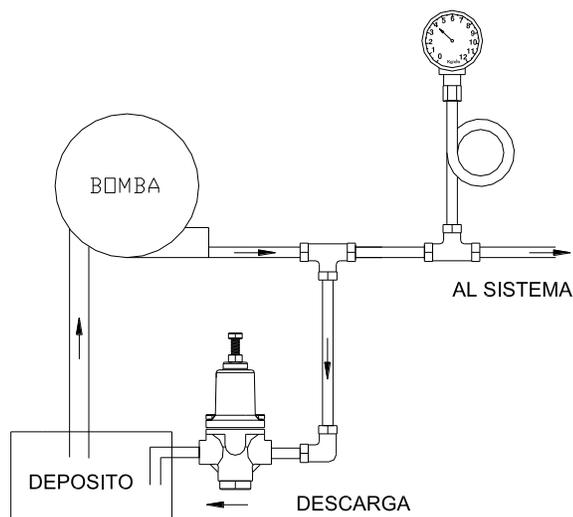

Fig. 1
- La válvula debe ser instalada lo más cerca posible al punto donde se controla la presión en el sistema. Tenga presente que la válvula solamente percibirá y controlará la presión en su propio puerto de entrada (**fig. 1**).